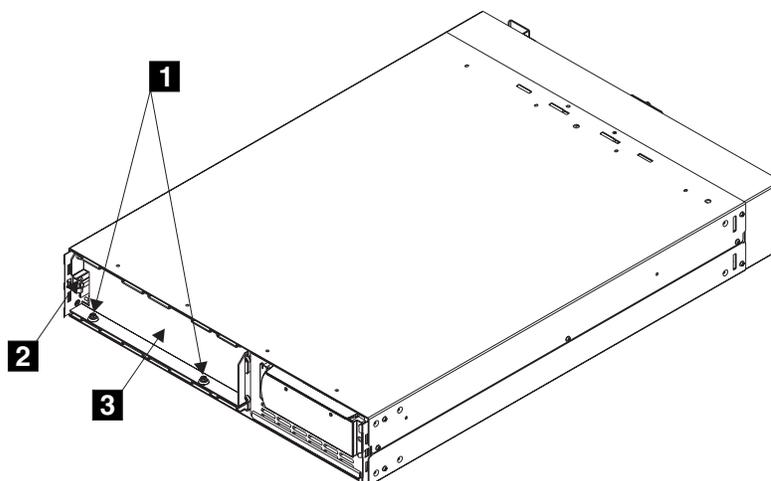

図 115. バッテリーの保持ブラケットの取り外し
3. バッテリー保存ブラケットを取り外します (195 ページの図 115 を参照)。